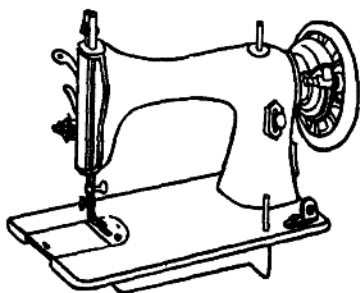
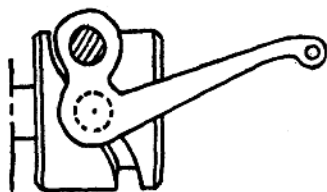

图 1.
图 2
1. J A型：外观上看，挑线杆是从面板的边槽中伸出。内部结构，是采用凸轮为主导的挑线机构，如图1和图2所示。